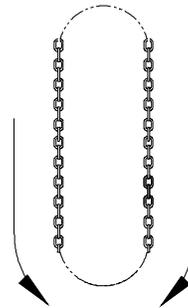

Figure 25 Manoeuvre de la chaîne pour ouvrir et fermer la porte
2. Actionnez la porte à la main en tirant vers le bas sur un côté de la chaîne. Si vous tirez de l'autre côté, la porte se déplacera dans le sens opposé. (Consultez la Figure 25).